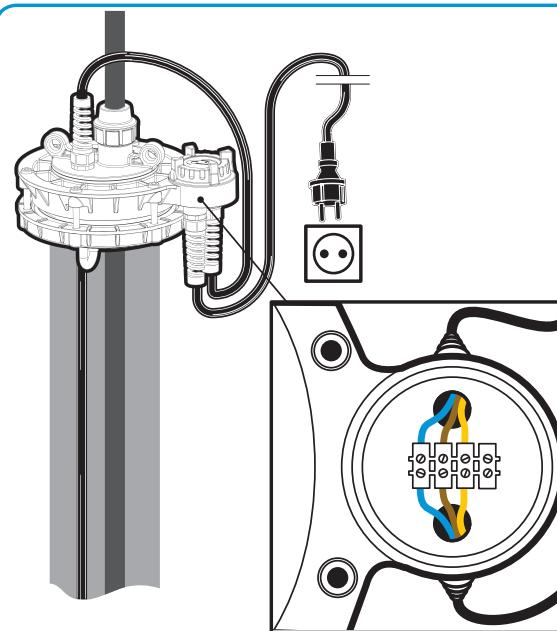

Рисунок 4.
- В оголовках с индексом «Б», имеющих базовую (стационарную) часть, в основании выполнена клеммная коробка, закрывающаяся резьбовой герметичной крышкой. Коробка имеет гермоводы (входят в комплект поставки) питающего сетевого кабеля и электрокабеля насоса. В коробке закреплена винтовая клеммная колодка для быстрой коммутации питающего кабеля и кабеля насоса. Подключение производится по схеме (рисунок 4).